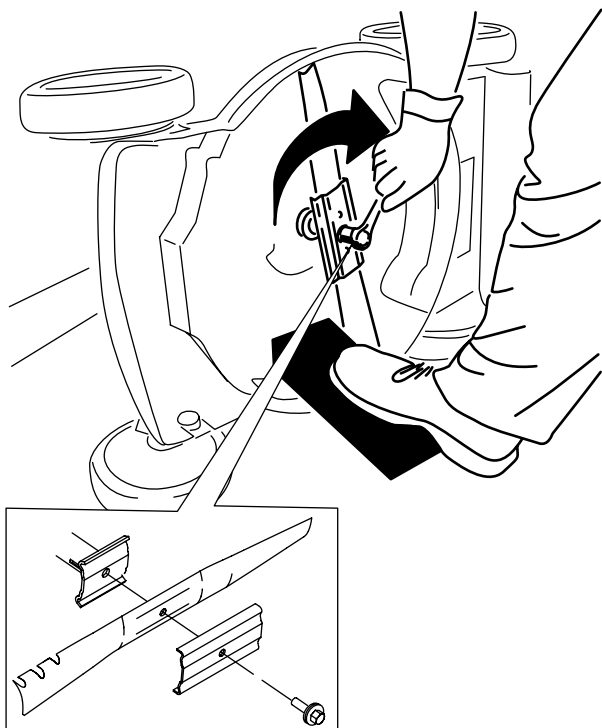

Figura 28
5. Instalai lama nouă i toate elementele de montare (Figura 28).